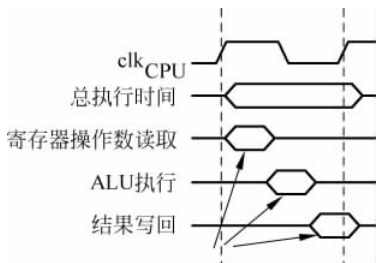

图 5-4-3 ALU 单周期子操作
(2) 结合图 5-4-3,时序划分参考表 5-4-1(也可自行设计)。